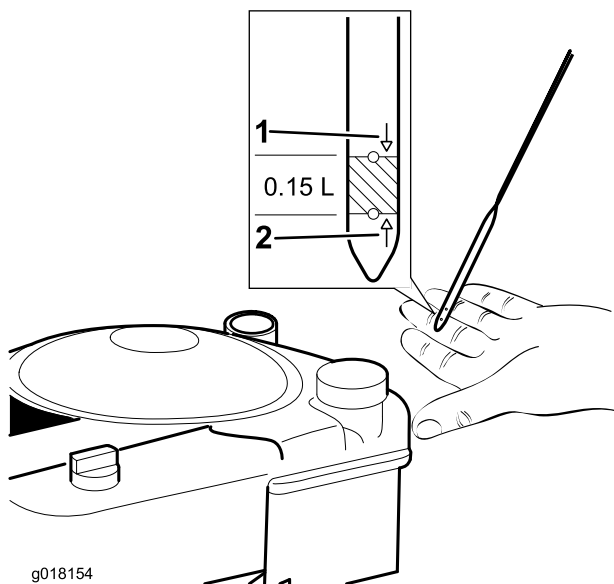

Рисунок 6
- Извлеките масломерный щуп (Рисунок 6).
2. **Медленно** заливаете масло в маслозаливной патрубок, подождите 3 минуты и проверьте уровень масла с помощью масломерного щупа. Для этого вытрите щуп до чиста и вставьте его в маслозаливной патрубок до упора (Рисунок 6).
3. Заливайте масло в картер двигателя до тех пор, пока уровень масла не достигнет требуемой отметки на масломерном щупе, как показано на Рисунок 6.